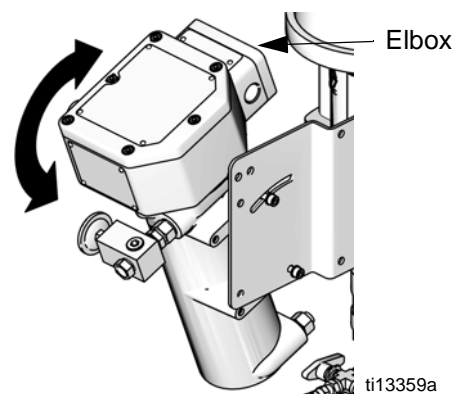

**FIG. 4. Vagnmonterad kabeldragning på icke riskfyllda platser**
Se FIG. 4. Ersätt installerade fästen med bussningar (80), levereras löst. Fäst avlastningsbussningen för filter (79). Följ alla anvisningar i Viscon HP-värmarhandbok 309524 för att ansluta den medföljande 120 V-kabeln (78) eller användaranskaffad kabel för 240 V-applikationer.